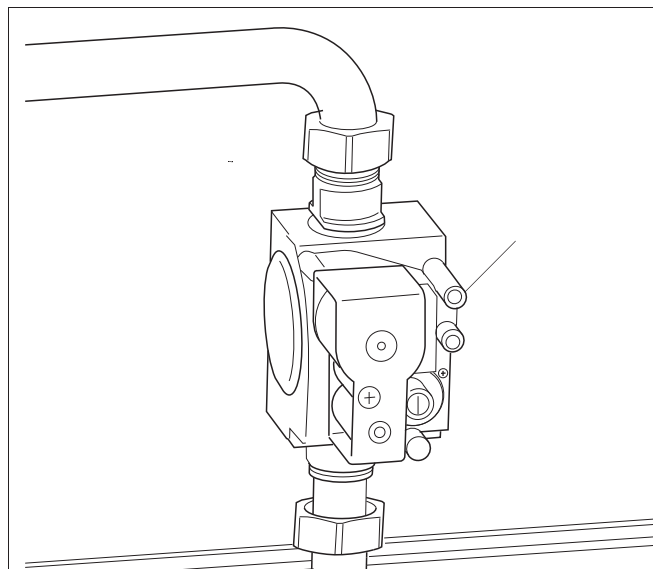

Рис. 22 Газовая арматура "SIT" 840 Sigma
- Открутить запорный винт контрольного ниппеля для подключения газа и удаления воздуха (рис. 22, поз. 1) на два оборота и надеть шланг.